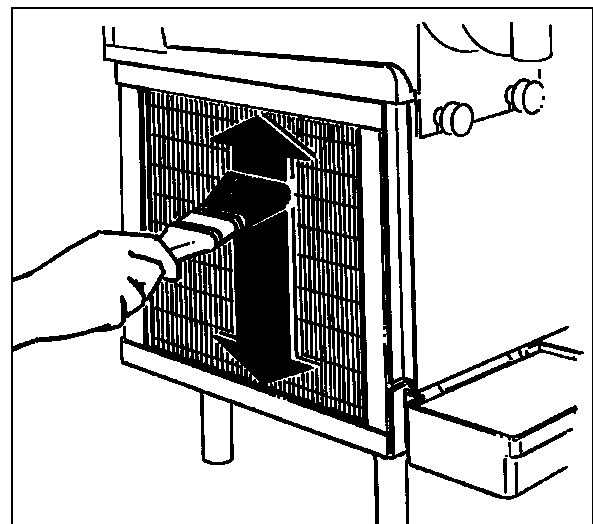

Fig. 22
- Pulire le alette del condensatore rimuovendo la polvere da quest'ultimo con acqua o con un aspirapolvere (vedi fig.22).